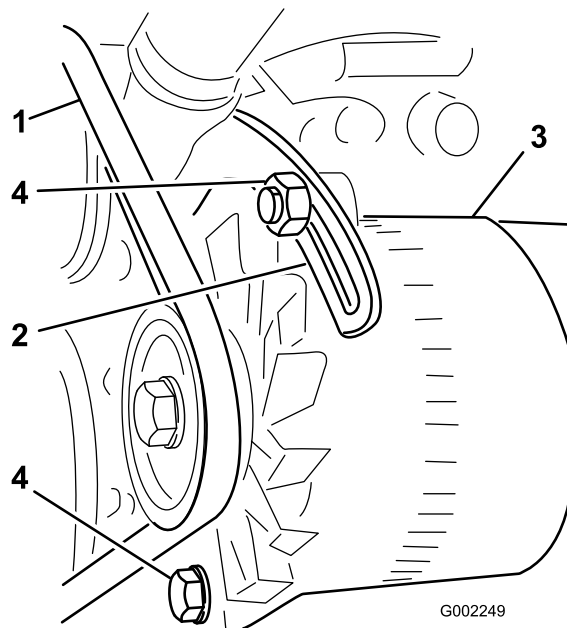

図 139
3. オルタネータのピボット部にあるボルト、およびオルタネータをプレースのスロットに固定しているボルトをゆるめる (図 139)。